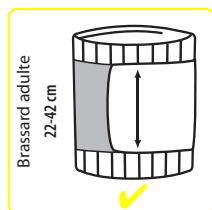

Fig. 5
6. Vous pouvez utiliser ce brassard si la pointe des flèches se retrouve au niveau du motif strié, sur l'autre côté du brassard, une fois que vous l'avez serré autour de votre bras (Fig. 5).